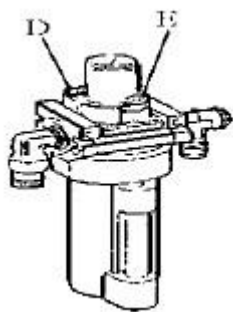

Figure 19
- Vérifiez le niveau d'huile dans le nébulisateur, remplissez avec de l'huile SAE30 si nécessaire. Dévissez la vis (E) avec une clé hex. Enfoncez 5-6 fois la pédale d'ouverture/fermeture des mâchoires ou du plateau tournant, et vérifiez si l'huile du nébulisateur tombe goutte à goutte. Sinon, ajustez la vis (D) qui contrôle l'huile avec un petit tournevis (figure 19 ci-dessous).